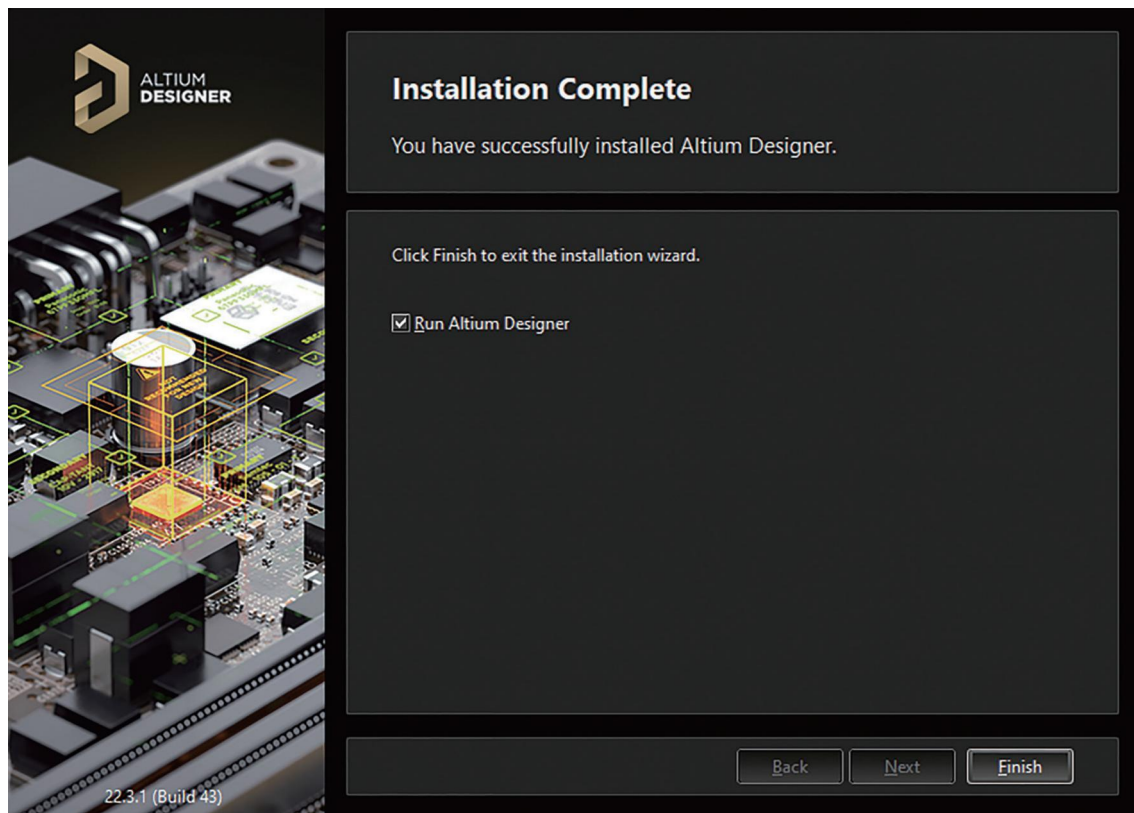

图 1-12 完成安装界面
(8) 安装完成后, 界面如图 1-12 所示, 单击“Finish”按钮。